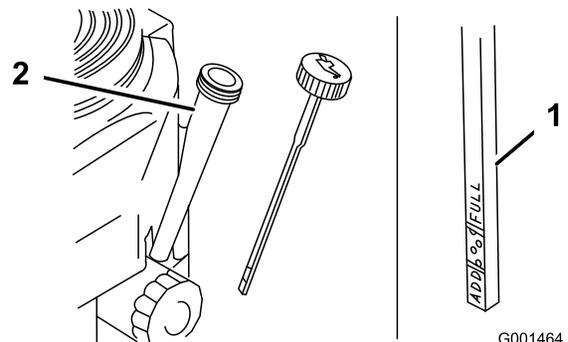

Figure 30
4. Nettoyez la surface autour de la jauge d'huile (Figure 30) pour éviter que des impuretés ne s'introduisent dans le goulot de remplissage, ce qui risquerait d'endommager le moteur.
5. Retirez la jauge d'huile et essuyez soigneusement son extrémité (Figure 30).
6. Remettez la jauge au fond du tube de remplissage, mais sans la visser (Figure 30).
9. Versez avec précaution environ 80 % de la quantité d'huile spécifiée dans le goulot de remplissage (Figure 30)